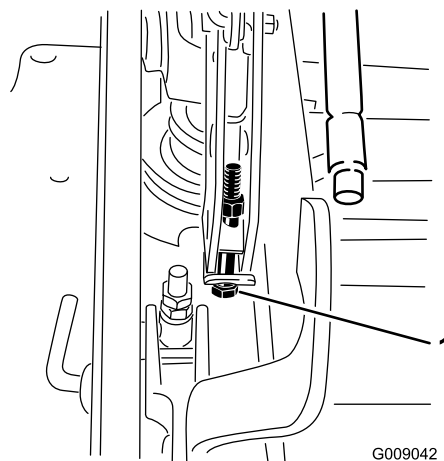

Figure 94
- Si le tablier est trop bas, serrez le boulon de réglage monopoint dans le sens horaire. Si le tablier est trop haut, desserrez le boulon de réglage monopoint dans le sens antihoraire (Figure 94).